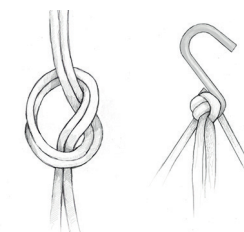

bild 5
Fotstödet trästavsändor monteras i bälteskorgarna. Därefter dra repets ände genom den lilla kroköglan (bild 5). Knyt en knut på repets ände. Stolens fysiologiska effekter och er bekvämlighet ska tåpetsarnas höjd vara vågrätt med hjärtat när ni sitter i stolen. Be om hjälp av någon att göra detta.
- Den nödvändiga knuten för montering hittar ni på bild 5.
Ta det längsta repet som finns på sittplatsen, vik ihop exakt på mitten tryck genom i den stora kroken, knyt sedan en knyt som du ser på bild 5. i godtyckligt höjd. Denna knyten kan inte krypa genom öglan.